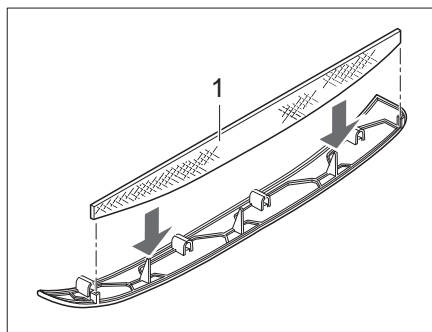
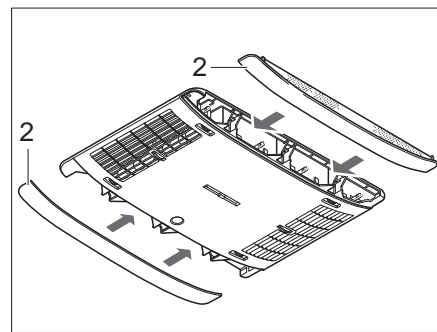

Fig. 161 Filtre à peluches de la climatisation
Fig. 162 Panneaux de la climatisation
Dans les panneaux latéraux (Fig. 162,2) se trouvent deux filtres à peluches. Les filtres à peluches doivent être nettoyés, et si nécessaire remplacés, à intervalles réguliers, au moins cependant tous les 6 mois.
- Enlever le panneau (Fig. 162,2) du distributeur d'air et nettoyer ou, si nécessaire, remplacer le filtre à peluches (Fig. 161,1).